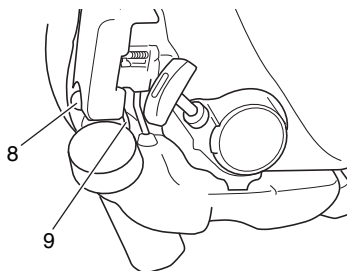

Fig. 5
- * Pressez la poire de la pompe d'amorçage (8) à plusieurs reprises pour que le carburant puisse s'écouler par la poire ou par le tuyau de retour (9). (Fig. 5)